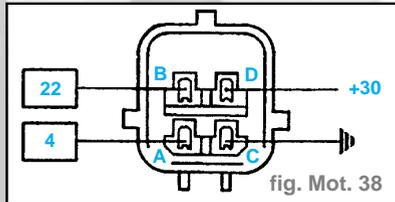

fig. Mot. 38
- La résistance du réchauffeur et de la sonde peut être mesurée en débranchant le connecteur et en appliquant un ohmmètre (fig. Mot. 38).